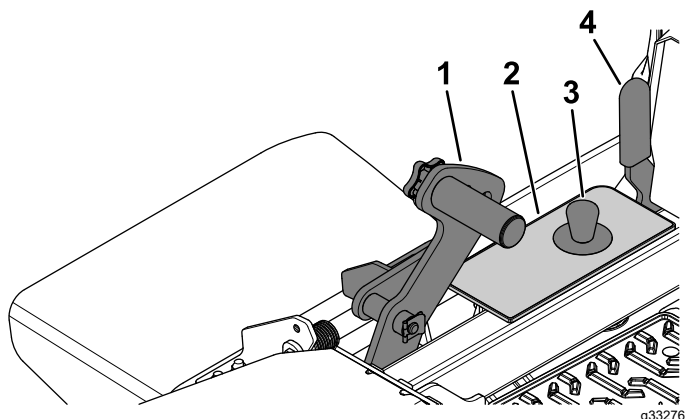

Figura 33
1. Presione el pedal de elevación de la carcasa hacia adelante del todo para bloquear la carcasa de corte en la posición de TRANSPORTE (que es también la posición de altura de corte de 127 mm (5")), como se muestra en la Figura 33.
2. Para ajustar la altura de corte, retire el pasador del soporte de altura de corte (Figura 33).
3. Seleccione el orificio del soporte de altura de corte que corresponde a la altura de corte deseada, e inserte el pasador (Figura 33).